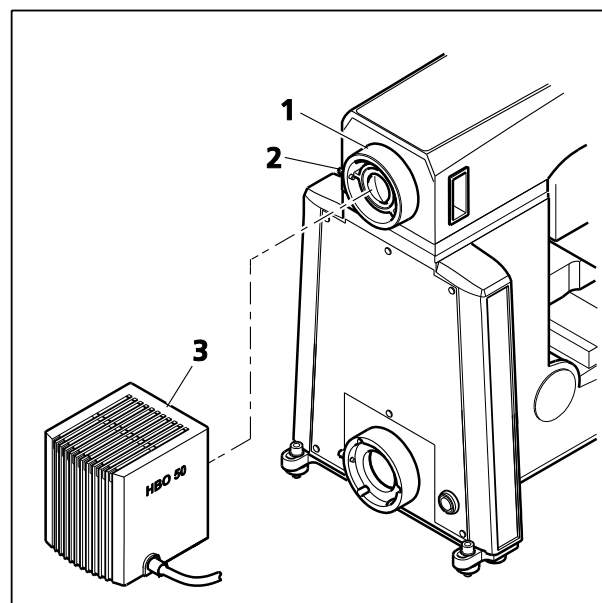

Figure 3-23 Fixation du HBO 50
- Fixer et aligner le dispositif d'éclairage HBO 50 (Figure 3-23/3) au niveau de la prise (Figure 3-23/1) située sur la partie supérieure du statif, et serrer la vis de serrage (Figure 3-23/2).